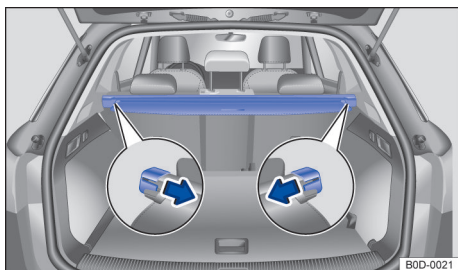

图 113 行李箱内：已收卷的行李箱遮物帘
按压遮物帘两侧支架，从行李箱饰板上的固定槽中取下遮物帘 → 图 113。
- 将行李箱遮物帘两侧支架按入行李箱饰板上的固定槽中 → 图 113。